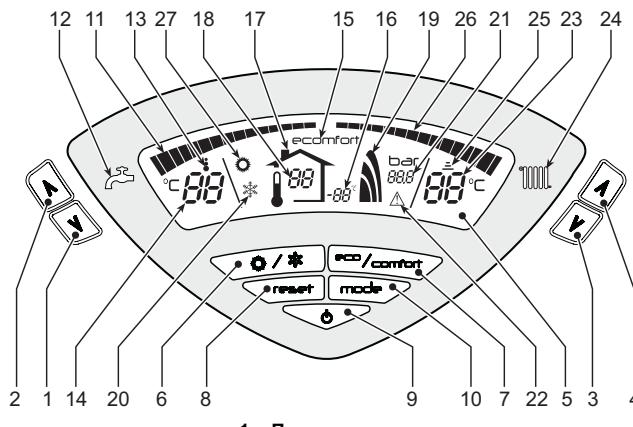
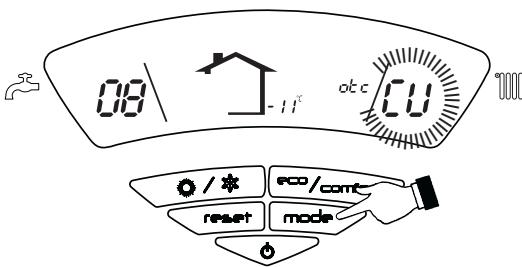

рис. 1 - Панель управления
рис. 11 - Кривая компенсации
Запрос на отопление (со стороны комнатного терmostата или устройства ДУ с таймером) сопровождается миганием символа **Работы агрегата в режиме отопления** (поз.25 - рис. 1).
Индексные метки с подсветкой системы отопления (дет. 26 - рис. 1) зажигаются по мере приближения измеряемой датчиком температуры к заданному значению.
Запрос на горячее водоснабжение (в результате забора горячей воды) сопровождается миганием символа **Работы агрегата в режиме горячего водоснабжения** (поз. - рис. 1). Убедитесь, что функция Comfort (поз. 15 - рис. 1) находится в активном режиме
Индексные метки с подсветкой системы ГВС (поз. 11 - рис. 1) зажигаются по мере приближения измеряемой датчиком температуры к заданному значению.
При включенном системе нагрева воды в бойлере (заводская установка) на дисплее отображается символ режима COMFORT (поз. 15 - рис. 1); наоборот, если система нагрева выключена, на дисплее высвечивается символ режима ECO (поз. 15 - рис. 1)
Бойлер может быть выключен пользователем (режим ECO) нажатием кнопки **eco**/comfort(рис. 1 (поз. 7 -). Для включения режима "КОМФОРТ" снова нажмите кнопку "Экономичный"/"Комфорт" (поз. 7 -).рис. 1
Нажмите кнопку Вкл/Выкл (поз. 9 - рис. 1) на 1 секунду.
Для повторного включения котла снова нажмите кнопку Вкл/Выкл (поз. 9 рис. 1) на 1 секунду.
- Нажмите кнопку ВКЛ/ВЫКЛ (9 - рис. 1)
Нажмите кнопку Лето/Зима (поз. 6 - 6 - рис. 1) на 1 секунду.
На дисплее высвечивается символ "Лето" (поз. 27 - рис. 1): При этом котел будет вырабатывать только воду для ГВС. Остается активной система антизамерзания.
Для выключения режима "Лето" вновь нажмите кнопку Лето/Зима (Поз. 6 - рис. 1) на 1 секунду.
Температура в системе отопления регулируется в пределах от 30 °C до 80 °C с помощью клавиш (поз. Зрис. 1 и 4 -).
Температура в системе ГВС регулируется в пределах от 10°C до 65°C с помощью клавиш (дет. рис. 11 и 2 -).
При установке внешнего датчика (опция) на дисплей панели управления (поз. 5 -) выводится рис. 1 текущая внешняя температура, измеряемая этим датчиком. При этом система управления котлом работает в режиме "Плавающая температура". В этом режиме температура воды в системе отопления регулируется в зависимости от внешних климатических условий с тем, чтобы обеспечить максимальный комфорт и экономию энергии в течение всего года. Так, при повышении внешней температуры понижается температура подачи воды в систему отопления, что производится по определенной "кривой погодозависимого регулирования".
В режиме плавающей температуры величина, заданная с помощью клавиш регулировки отопления (поз. 3 и 4 - рис. 1), становится максимальной температурой воды системы отопления. Рекомендуется устанавливать ее на максимальную величину, чтобы позволить системе выполнять регулировку во всем полезном рабочем диапазоне.
При однократном нажатии на клавишу Режим (поз. 10 - рис. 1) отображается фактическая компенсационная кривая (рис. 11), которую можно изменить с помощью клавиш системы ГВС (поз. 1 и 2 - рис. 1).